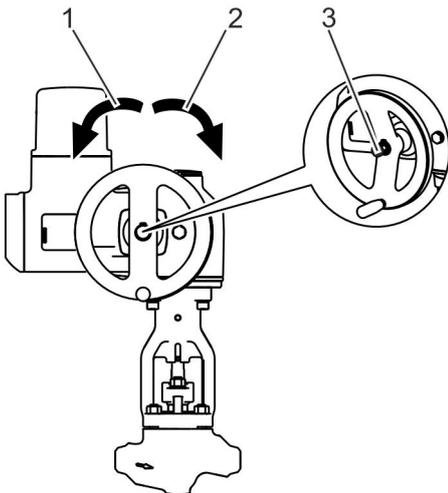

Abb. 20: Elektrischer Antrieb: Handrad im Notfall betätigen (dargestellt: HD 2000)
2. ▶ Handrad einkuppeln (Abb. 20/3).
- Drehen im Uhrzeigersinn (Abb. 20/2): Armatur schließen.
- Drehen gegen den Uhrzeigersinn (Abb. 20/3): Armatur öffnen.